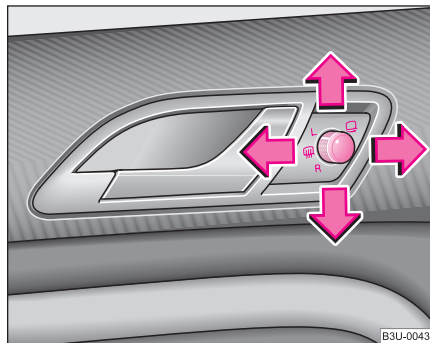

Fig. 53 Interiorul ușii:
- Aduceți butonul rotativ în poziția  ⇒ fig. 53.
Când butonul rotativ se află în poziția **R** ⇒ pagina 70, fig. 53 și se selectează treapta de marșarier, suprafața oglinzii se basculează puțin în jos. Astfel în timpul parcării este asigurată vizibilitatea spre bordură.
- Aduceți comutatorul de reglare a oglinzilor exterioare în poziția **R** ⇒ pagina 70, fig. 53.